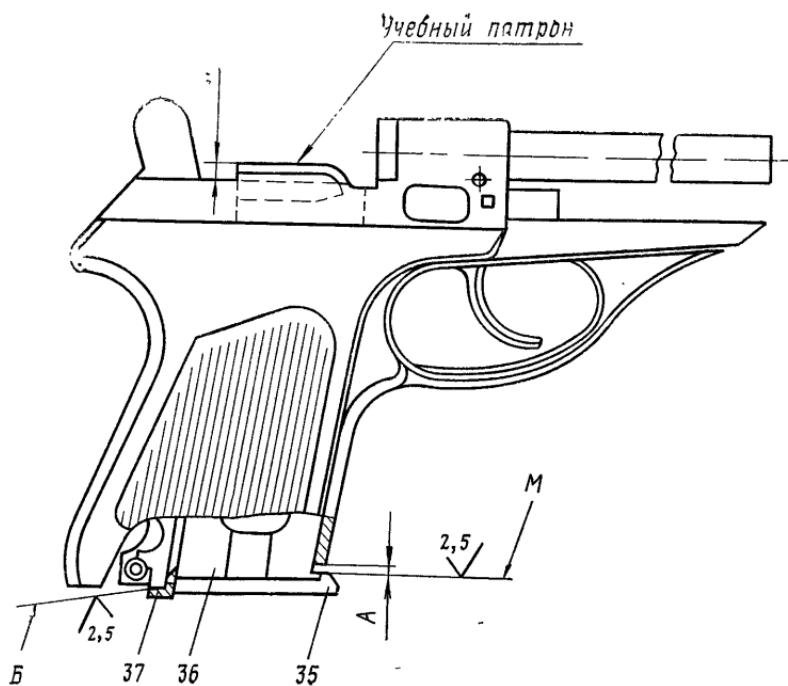

Рис. 37. Подгонка магазина
Это перемещение, измеряемое по величине изменения зазора между срезом рукоятки и крышкой магазина (размер А на рис. 37), должно быть не более 0,5 мм.
Оттянуть магазин за его крышку вниз до отказа и проверить выступание верхнего патрона в магазине над верхней плоскостью рамки пистолета (размер L на рис. 37), выступание должно быть не менее 3,6 мм.
Магазин, снаряженный 5 учебными патронами, поджать вверх до отказа и проверить выступание верхнего патрона в магазине над верхней плоскостью рамки (размер L на рис. 37), выступание должно быть не более 4,1 мм.
2.7. Если при поджатии магазина вверх размер L окажется больше 4,1 мм, то выпрямить (подогнуть, осадить по высоте) нижние отогнутые ребра корпуса магазина, на которые надевается крышка магазина, или заменить крышку магазина и опилить плоскость M на крышке магазина по рис. 37 до получения размера L не более 4,1 мм.
Опиливая крышку магазина по плоскости M , добиться захода защелки магазина за выступ на корпусе магазина так, чтобы при нажатии на крышку магазина снизу вверх до отказа выступание верхнего патрона над верхней плоскостью рамки (размер L на рис. 37) должно быть не более 4,1 мм.